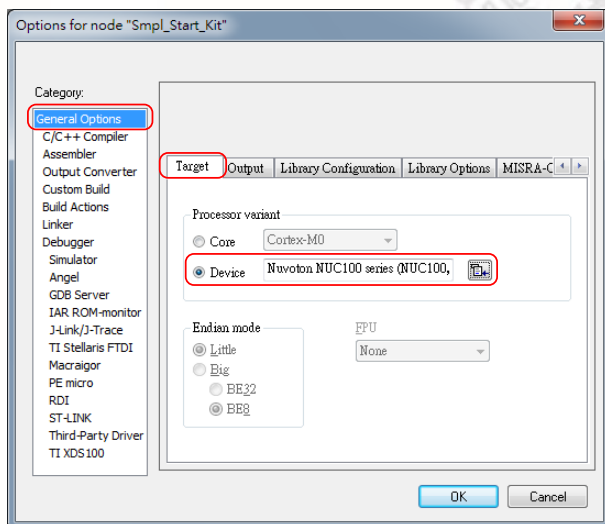

Figure 4-14 IAR EWARM 目标芯片选择
Step 3: 在 “**General Options**” 条目的 “**Target**” 页面 (通过打开: **Project** → **Options**), 点击 “**Device**” 选项右边的按钮 (在 “**Device**” 选项有效时), 然后选择 “**Nuvoton** → **Nuvoton NUC100 series**” 作为目标芯片 (在这里, 选择 NUC100 系列), 参见 Figure 4-14.